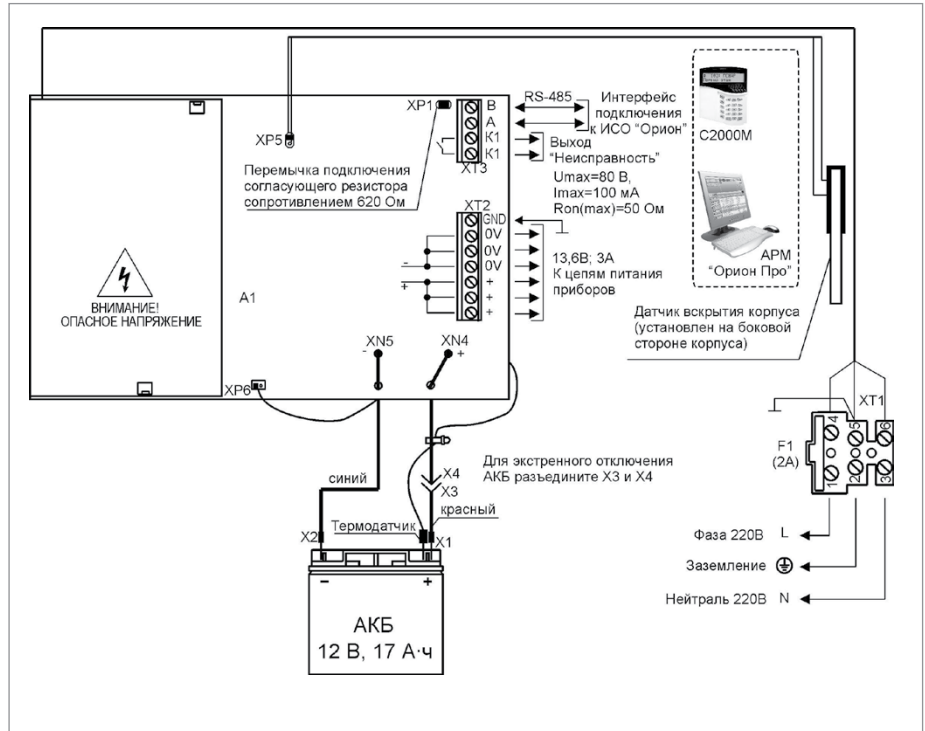
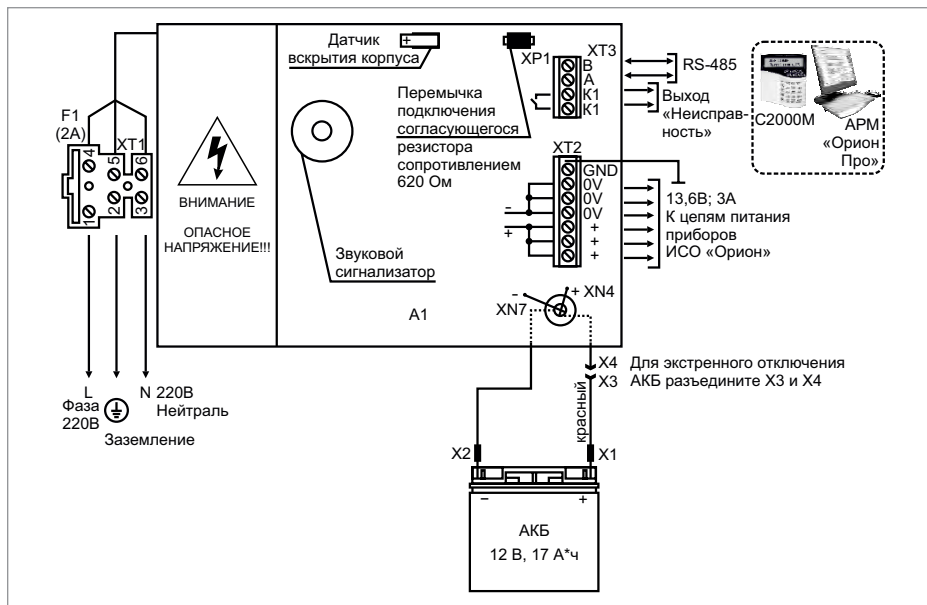

Рисунок 2. Схема внешних соединений РИП-12 исп.50 (РИП-12-3/17М1-Р-RS)
Рисунок 3. Схема внешних соединений РИП-12 исп.51 (РИП-12-3/17П1-Р-RS)
2.6. Схемы подключения РИП-12 исп.50 (РИП-12-3/17М1-Р-RS) и РИП-12 исп.51 (РИП-12-3/17-Р-RS) приведены на Рисунок 2 и Рисунок 3 соответственно.
2.17. Проверьте правильность произведённого монтажа в соответствии со схемой подключения (Рисунок 2 и Рисунок 3).
- 2.27. Отключите АКБ от платы РИП, отсоединив контакты Х1, Х2 от клемм АКБ (см. Рисунок 2 и Рисунок 3).